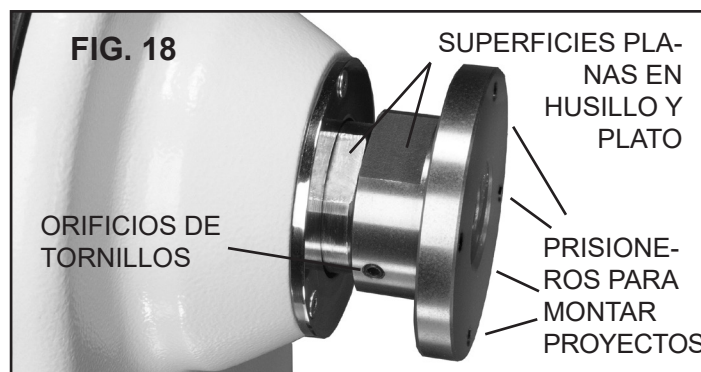

FIG. 19
Para QUITAR el plato, primero afloje los tornillos prisioneros. El husillo y cubo trasero del plato tienen superficie planas que son para usar con llaves de boca. FIG. 19. Ahora, use las dos llaves grandes de dos extremos (N) (38mm/46mm) para aguantar el husillo y también para aguantar el cubo trasero del plato para quitar el plato. O use una llave cuando utiliza el Bloqueo del Husillo. Use el mismo proceso para quitar una broca.